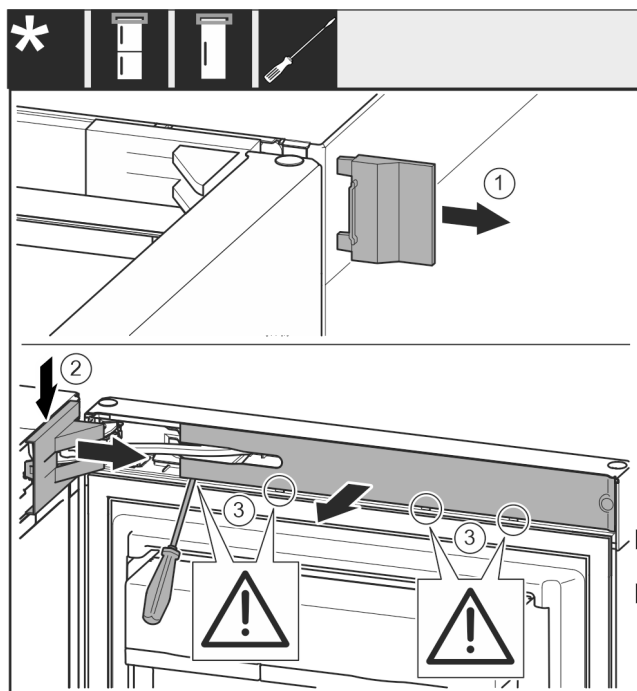

Fig. 10
- ▶ Skinite poklopac Fig. 10 (1).
- ▶ Podignite i otpustite pokrov podloška ležaja Fig. 10 (2).
- ▶ Skinite pokrov podloška ležaja Fig. 10 (2).
- ▶ Odvijačem s ravnom glavom odvojite masku Fig. 10 (3) i zakrenite je na stranu.